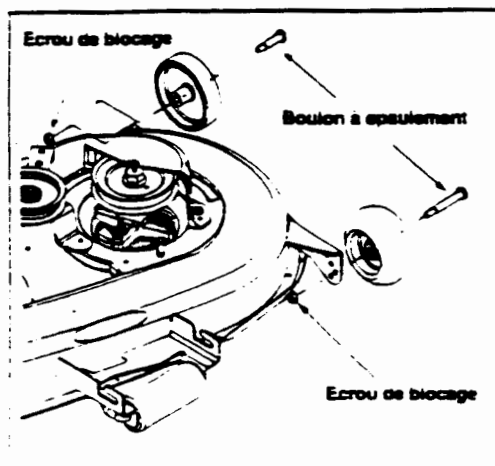

Figure 5
- Tournez la clé dans le sens des aiguilles d'une montre, à la position On/l lights (marche/phares). Voir la figure 5.
- Tournez la clé à la position On (marche) pour laissez le moteur tourner ou à la position Off (arrêt) (pour arrêter le moteur). Voir la figure 5.